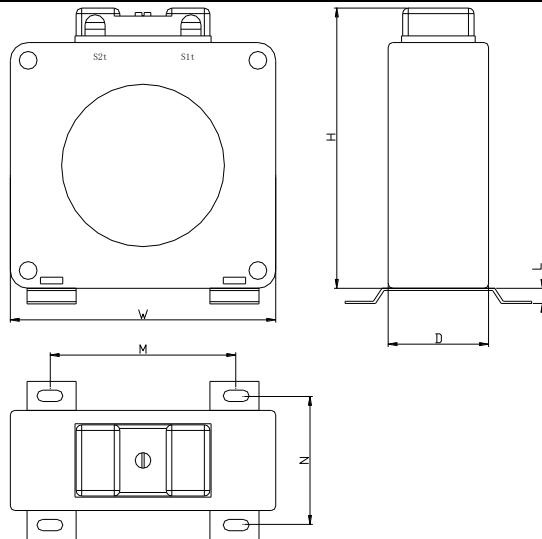
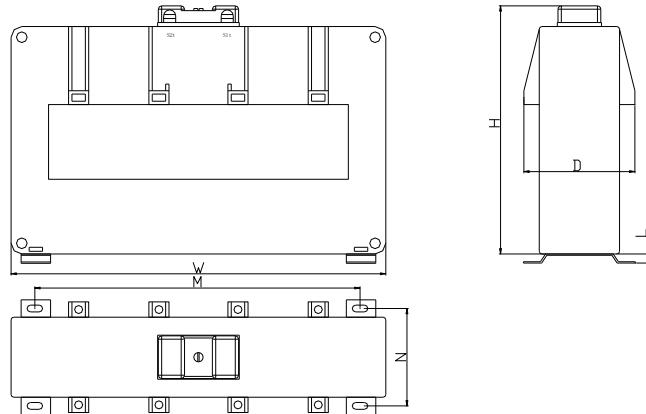
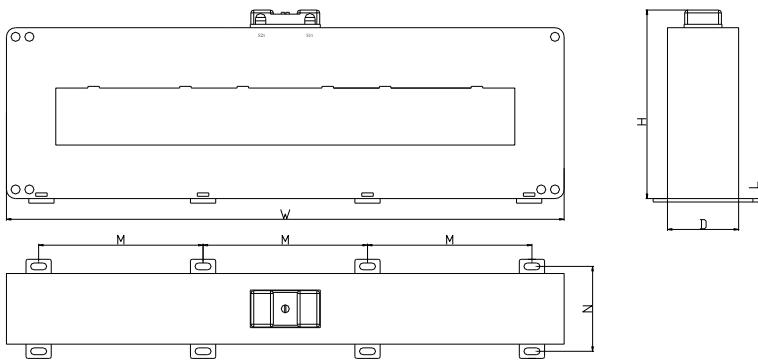
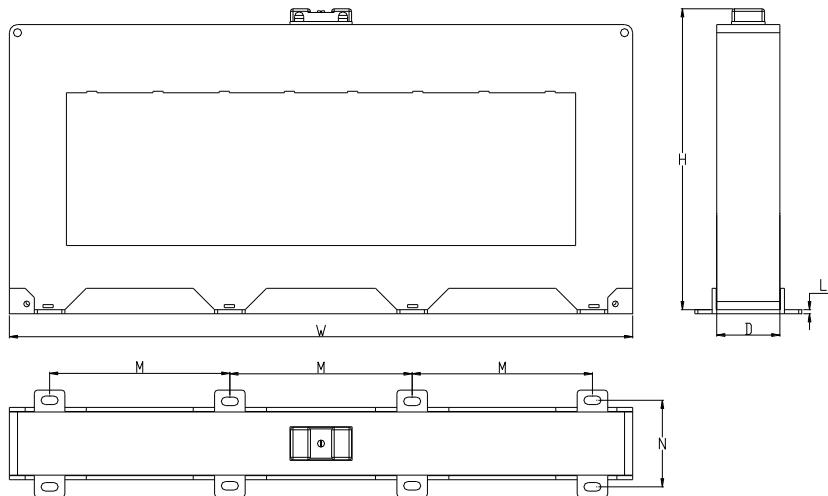

图 2 闭口圆孔型剩余电流传感器外形示意图
图 3 闭口方孔型剩余电流传感器外形示意图
图 4 闭口方孔型（DH-GSTN5600/40F）剩余电流传感器外形示意图
图 5 闭口方孔型（DH-GSTN5600/50F）剩余电流传感器外形示意图
- 1.2 闭口圆孔型剩余电流传感器外形示意图如图 2 所示，闭口方孔型剩余电流传感器外形示意图如图 3、图 4 和图 5 所示，参数见表 2：